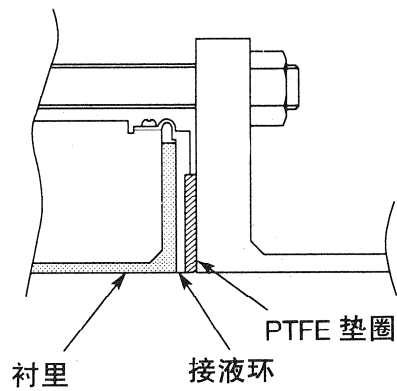

图 2-12 接液环为非 SUS 材质的场合
- 按图 2-12 所示安装，紧固力矩参见 2-9 页表 2-1。